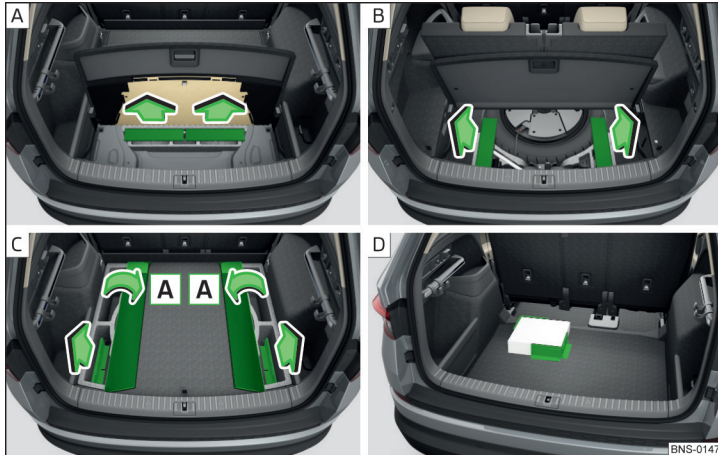

Abb. 155 Abnehmen: Variante 1 / Variante 2 / Variante 3 / Befestigungsbeispiel der Ladung
- Vor dem Gebrauch die Cargo-Elemente in Richtung der Pfeile herausnehmen » Abb. 155 - **A**, **B**, **C**.
- Um die Cargo-Elemente bei der Variante 3 zu erreichen, zuerst die Seitenteile des Bodenbelags in Richtung der Pfeile **A** umklappen » Abb. 155 - **C**.
- Die Ladung mittels der Cargo-Elemente möglichst in der Nähe der Rücksitze befestigen » Abb. 155 - **D**.